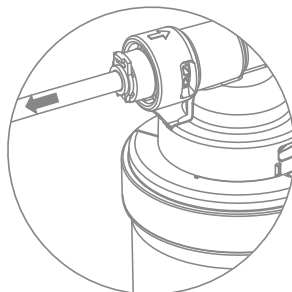

Рис. 9
4. Потяните трубки для проверки соединений (рис. 9).